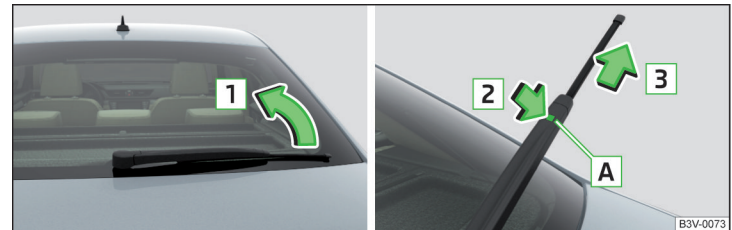

Fig. 253 Înlocuirea lamelei ștergătorului de lunetă
- Ridicați brațul de ștergător » pagina 215 de pe geam, în sensul săgeții 1 » fig. 253.